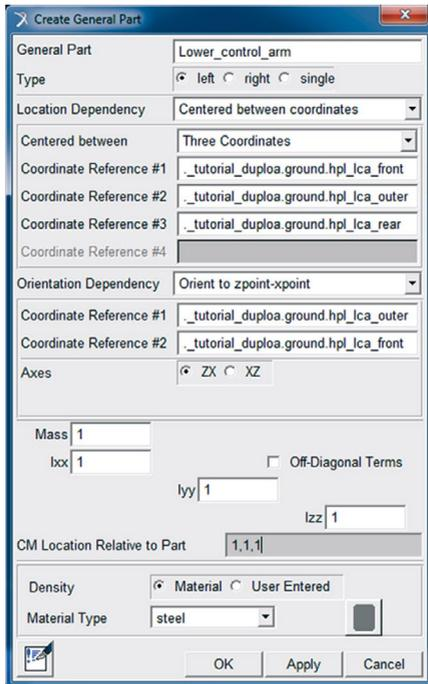

Figura 5.17 – Definição dos parâmetros de construção do *General Part* “Lower Control Arm”.
- Preencha a janela que se obtém ao acionar a opção, conforme mostrado na Figura 5.17.
Os dados relativos à geometria desse *General Part*, como massa, e momentos de inércia, inclusive o centro de massa, foram definidos, a priori, por um valor aleatório (como pode ser observado na Figura 5.17). Após inclusão da geometria (próxima etapa), esses dados serão recalculados. Caso o usuário já possua os valores corretos, estes podem ser inseridos sem a necessidade de recalculá-los posteriormente.
- Após preenchimento dos campos da Figura 5.17, clique em OK.